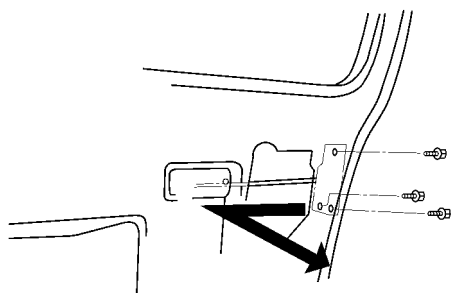

图 17-58 拆下 3 个螺栓和带开门控制杆的车门锁
2) 通过辅助孔拆下 3 个螺栓和带开门控制杆的车门锁，如图 17-58 所示。